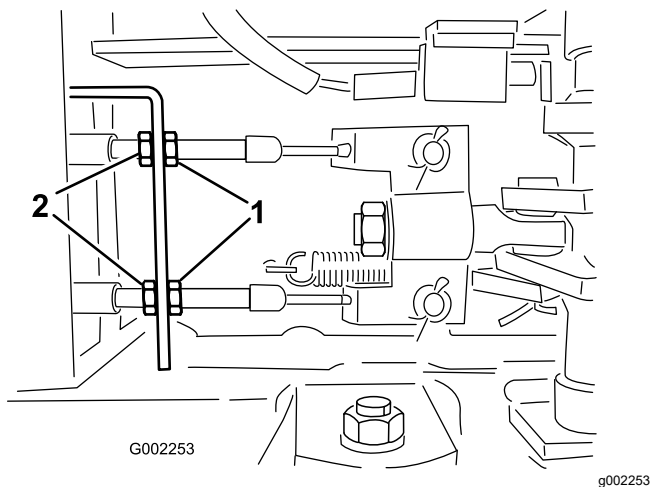

Figura 137
5. Afloje las contratuercas delanteras de los cables de freno, debajo del extremo delantero del fumigador (Figura 137).
6. Apriete las contratuercas traseras en la misma cantidad hasta que el pedal de freno recorra entre 1 a 2 cm antes de que se note resistencia (Figura 137).